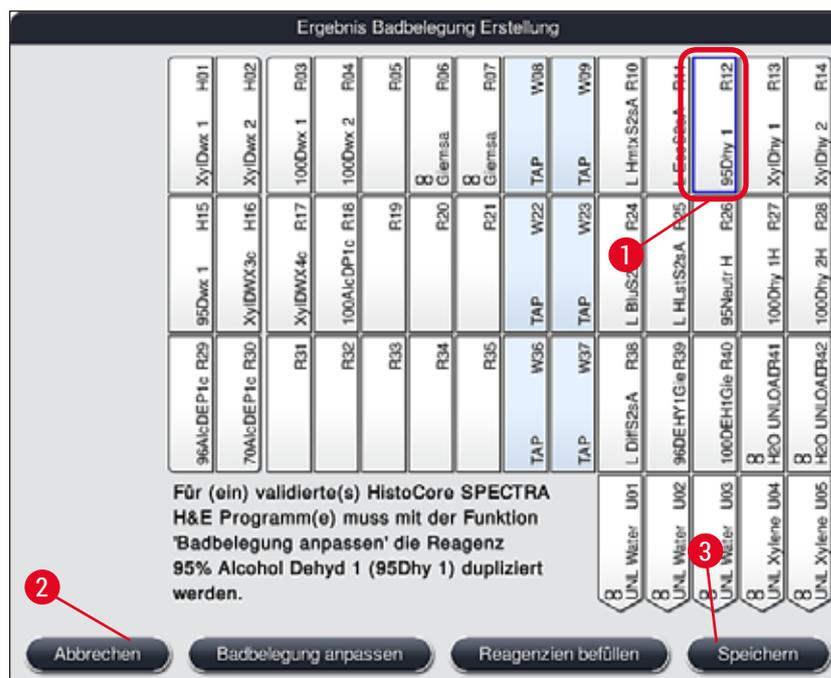

Abb. 53
- Nachdem von der Software die Badbelegung anhand der priorisierten Programme errechnet wurde, erhält der Benutzer eine Übersicht des Ergebnisses auf dem Bildschirm angezeigt (→ "Abb. 53").
- Wurden keine Leica-Programme in die Badbelegung integriert, weicht die Darstellung der (→ "Abb. 53") von der gezeigten ab (ohne Abbildung). In diesem Fall können die Reagenzien, wie in (→ S. 81 – Einfüllen der Reagenzien) beschrieben, eingefüllt werden.